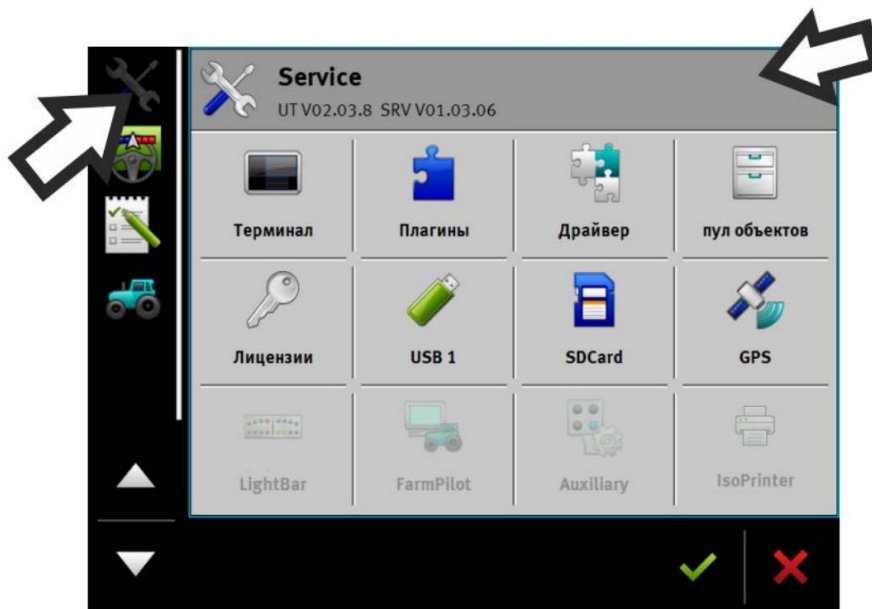

Рисунок 1.6 – Главное окно
2. Приложение появляется в главном окне (рисунок 1.6).